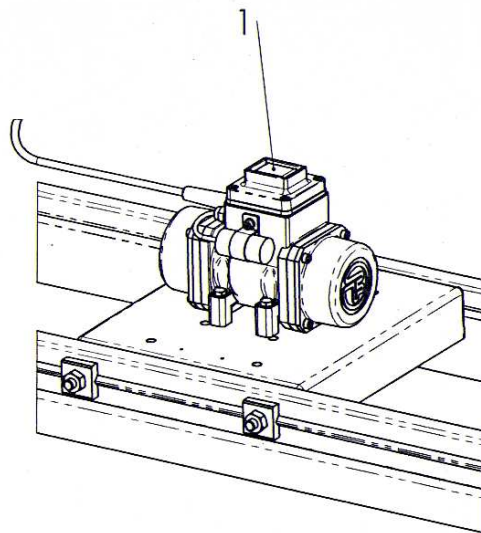

Fig. 1.8-1
- 2º.- Asegurarse que la posición del interruptor de arranque, **Pos. 1** situado encima de la caja de conexiones del motor está en posición "0". (Véase Fig. 1.8-1).